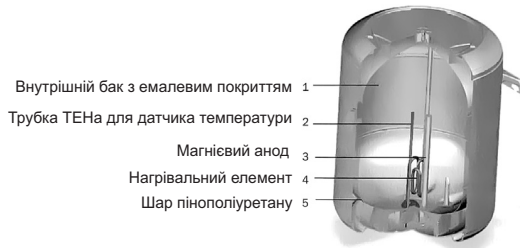

Рис. 1. ЕВАД **CLASSIC** в розрізі та його складові частини
Магнієвий анод (рис.1) забезпечує додатковий захист внутрішнього бака від корозії, а також, в значній мірі, запобігає виникненню накипу на ТЕНі. Взаємодія катіонів магнію з солями, що розчинені у воді, до утворення пухкого накипу, що осідає на дно і легко усувається при чистенні бака.
1. Чищення внутрішнього бака водонагрівача від накипу (рис. 1).
2. Чищення фланця нагрівального елемента від накипу (рис. 1).
3. Заміни магнієвого анода (рис. 1).